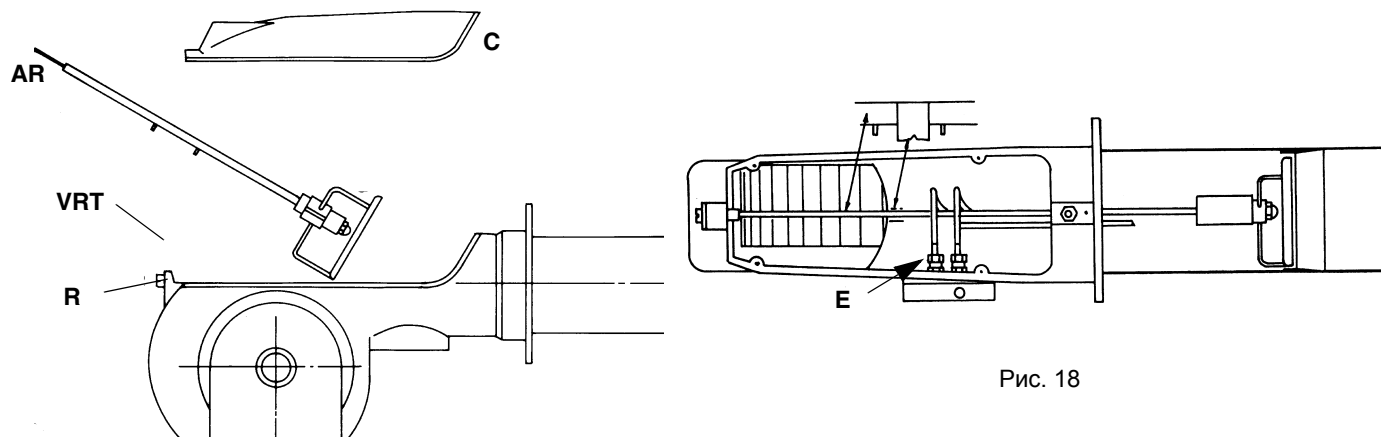

Рис. 18
- Разобрать, проверить и почистить головку сгорания (см. Рис. 18), при повторном монтаже тщательно соблюсти все размеры, указанные (см. Рис. 19).